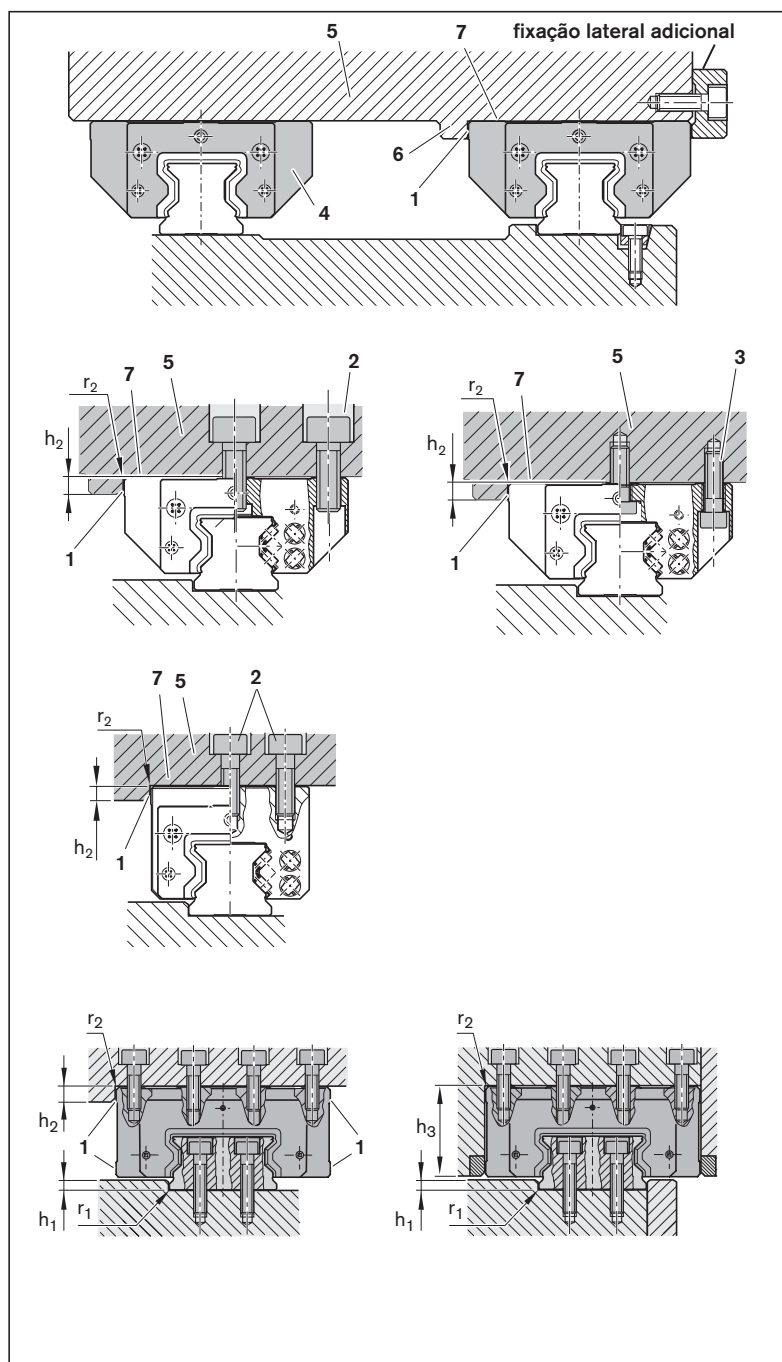

Fig. 55: Montar mesa no patim do guia
1. Colocar a mesa (1) em uma superfície não escorregadia (2).
5. Se necessário, pressionar o patim de guia contra a face de referência (3) e montar a fixação lateral adicional ➔ Fig. 55.